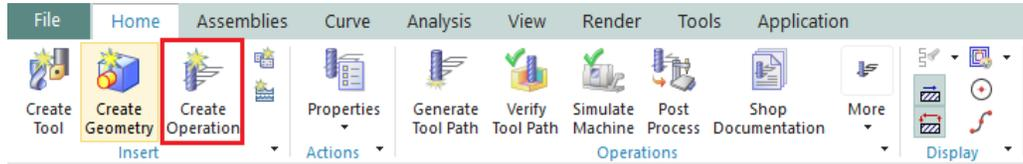

Figura 3.33 Pestaña Home, función Create Operation
- En la *ribbon bar* seleccionar *Create Operation* (Figura 3.33).